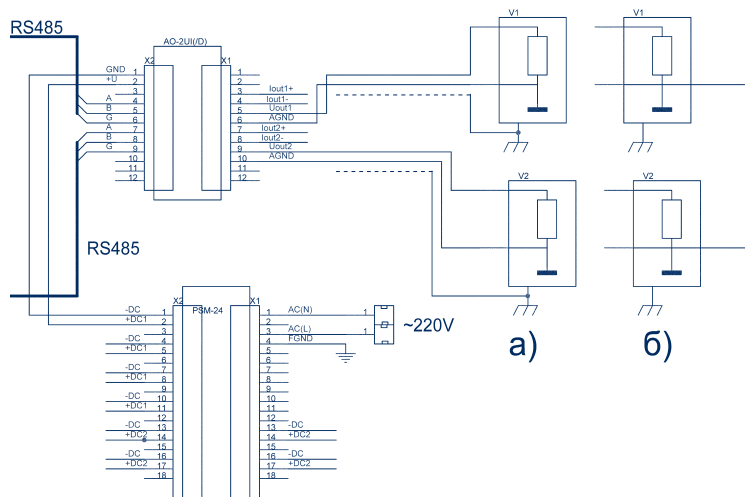

Рис. 8. Пример правильной схемы подключения.
2) Два приёмника сигналов напряжения могут иметь общую точку входных цепей (рис. 8 б), которая соединяется при подключении с клеммой AGND модуля MDS AO-2UI, либо быть гальванически развязаны (рис. 8 а).